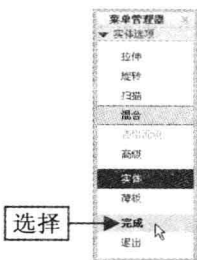

图 8-58 选择“完成”选项 1
Step 02 弹出“实体选项”菜单管理器，选择“混合”选项和“完成”选项，如图 8-58 所示。